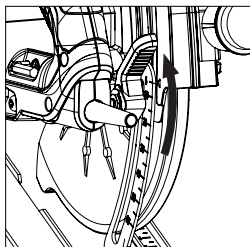

Abb. 10
- Lösen Sie die Verriegelung für die Tiefenanpassung, indem Sie den Sperrhebel nach oben ziehen. (**Abb. 10**) (CCSL gezeigt. Alle anderen Modelle sind ähnlich).